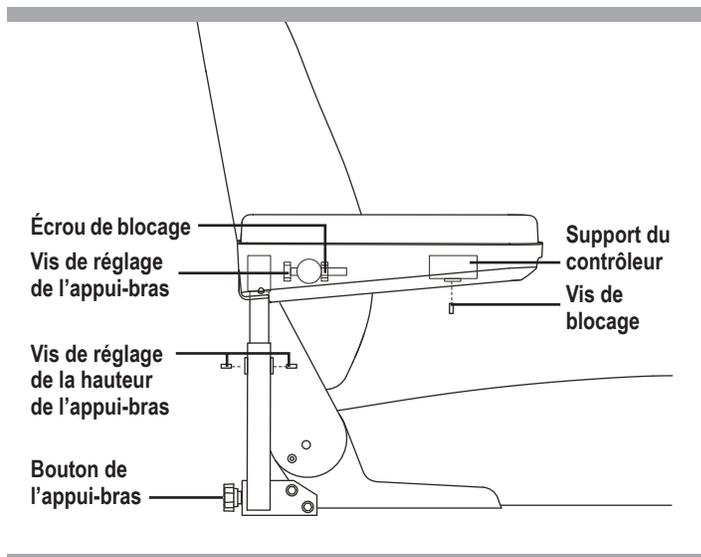

Figure 16. Réglages des appuis-bras et dossier
1. Repérez les deux boutons de réglage sur le support des appuis-bras. **Voir la figure 16.**
1. Relevez l'appui-bras perpendiculaire au plancher. **Voir la figure 16.**
1. Desserrez les vis de blocage sur les dos de chaque support d'appui-bras. **Voir la figure 16.**
2. Desserrez la vis de blocage sous l'appui-bras. **Voir la figure 16.**